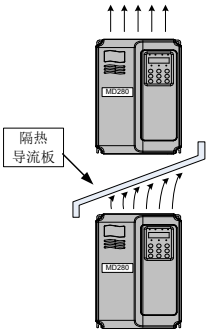

图 3-2 隔热导流板安装示意图
- 2) 请向上垂直安装变频器，便于热量向上散发。若柜内有多台变频器时，请并排安装。在需上下安装场合，请参考图 3-2，安装隔热导流板；